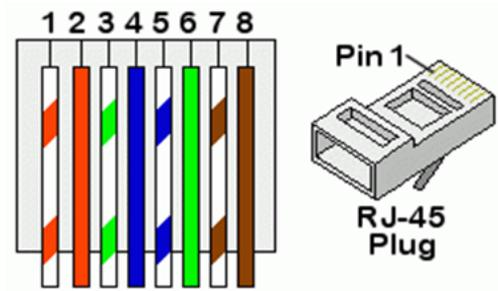

Figure 10 — Brochage connecteur RJ10
2) Pour plus de clarté, le brochage du connecteur RJ45 est indiqué sur la figure 10.